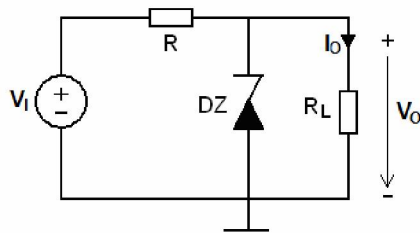

Figura 4. Stabilizator de tensiune cu diodă Zener.
În Figura 4 este prezentată schema electronică celui mai simplu stabilizator de tensiune cu diodă Zener. Rezistorul  $R$  reprezintă rezistorul de polarizare al diodei Zener – rezistorul care stabilește regiunea în care funcționează dioda. Valoarea acestuia trebuie astfel aleasă încât dioda Zener să se mențină în regiunea de străpungere, chiar în condițiile în care parametrii  $V_I$ ,  $I_O$  sau  $T$  prezintă variații. Se poate demonstra că, pentru menținerea diodei Zener în regiunea de străpungere, valoarea rezistenței  $R$  trebuie să fie aleasă în domeniul de valori:
1. Se realizeaz circuitul din Figura 4 în care  $R=820[\Omega]$ ,  $R_L=10[\text{k}\Omega]$ , iar sursa  $V_I$  reprezint **sursa de alimentare** din laborator. Dioda Zener se va introduce în circuit astfel încât să func ioneze în conduc ie invers . În acest sens, catodul diodei se conecteaz la nodul comun cu rezistoarele  $R$  i  $R_L$  (nodul superior în schema electronic ), iar anodul diodei se conecteaz la masa circuitului (borna minus a sursei de alimentare).
1. Se editează circuitul din Figura 4, care reprezintă un stabilizator de tensiune realizat cu o diod Zener, în care pentru sursa de tensiune  $V_I$  se alege din biblioteca **SOURCE** o sursă de tensiune de tipul **VDC**, (valoarea tensiunii generate de sursă respectiv se va lăsa la valoarea implicită de 0 volți); rezistențele electrice din circuit se aleg la valorile  $R=220[\Omega]$  și  $R_L=10[k\Omega]$ , iar tipul diodei Zener se alege din tabelul de mai jos, în funcție de masa de lucru: